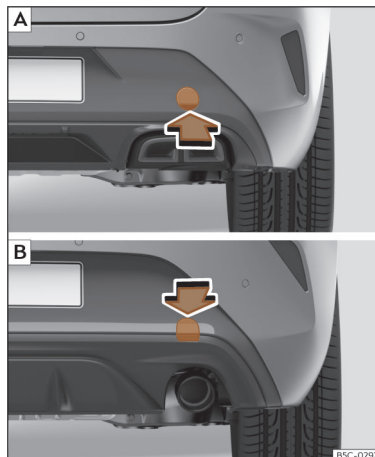

**Fig. 217** No lado direito do para-choques traseiro: retirar a tampa. **A** Leon Sportstourer; **B** Leon.
O alojamento para a argola de reboque enroscável encontra-se na parte direita do para-choques traseiro, atrás de uma tampa >>> **Fig. 217**.
- *Leon Sportstourer*: Pressione sobre a zona inferior da tampa >>> **Fig. 217** **A** para desencaixá-la.
- *Leon*: Pressione a zona superior da tampa >>> **Fig. 217** **B** para desencaixá-la.
- Enrosque a argola de reboque no alojamento girando-a ao máximo **no sentido contrário ao dos ponteiros do relógio** >>> **Fig. 217**, >>> **Fig. 217**. Utilize um objeto adequado com o qual possa enroscar completa e firmemente a argola de reboque no seu alojamento.